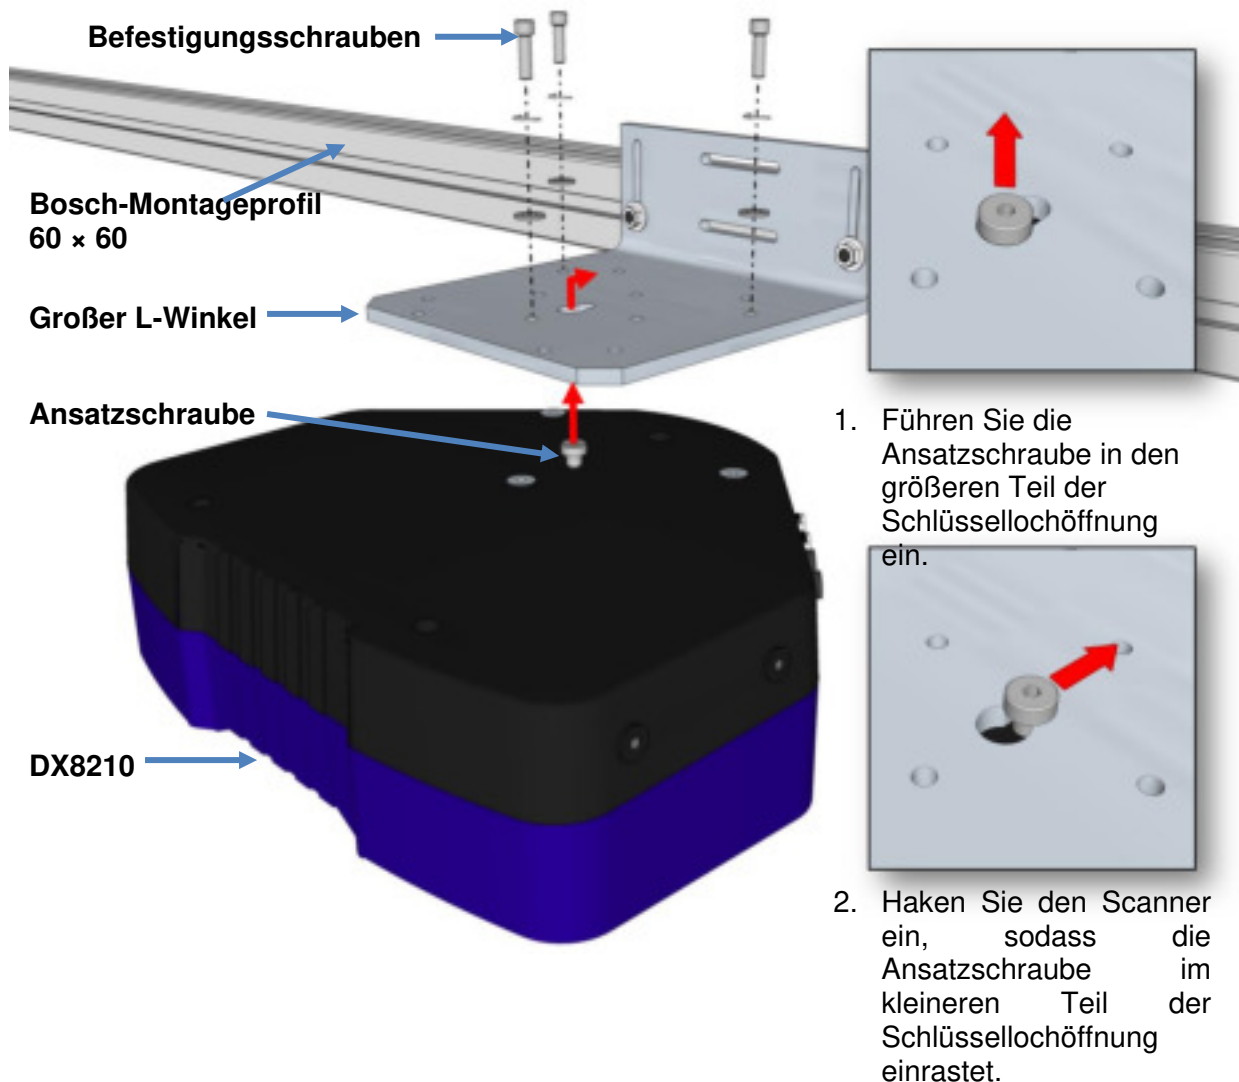

Abb. 14: Einhängen in der Schlüssellochöffnung des großen L-Winkels (Bosch-Montageprofil 60 x 60)
- Ansatzschraube (siehe Abb. 14: Einhaken in der Schlüssellochöffnung des großen L-Winkels)
Befestigen Sie den L-Winkel am besten so wie in der Abbildung dargestellt am Montagerahmen. Führen Sie dann die mitgelieferte Ansatzschraube in die zentrale Öffnung an der Rückseite des Scanners ein und haken Sie den Scanner so wie in Abb. 14 unten gezeigt in die Schlüssellochöffnung des L-Winkels ein. Befestigen Sie den Scanner dann mit den Befestigungsschrauben am Winkel.